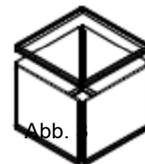

Abb. 3
4. Das zweite Rahmenteil wird nun ebenso an den Seitenstützen sowie den Seitengläsern befestigt (Abb. 3).